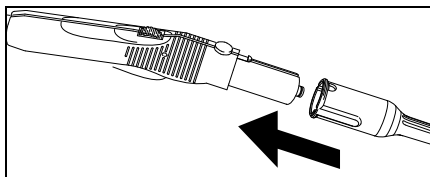

Fig. 6
- Collegare l'accessorio necessario (D1, E1, F1) con la pistola vapore (C1). A tal fine applicare l'accessorio con la parte aperta sulla pistola vapore (C1) e spingerlo finché il pulsante di sblocco (C2) della pistola vapore fa clic e si innesta (Fig. 6).